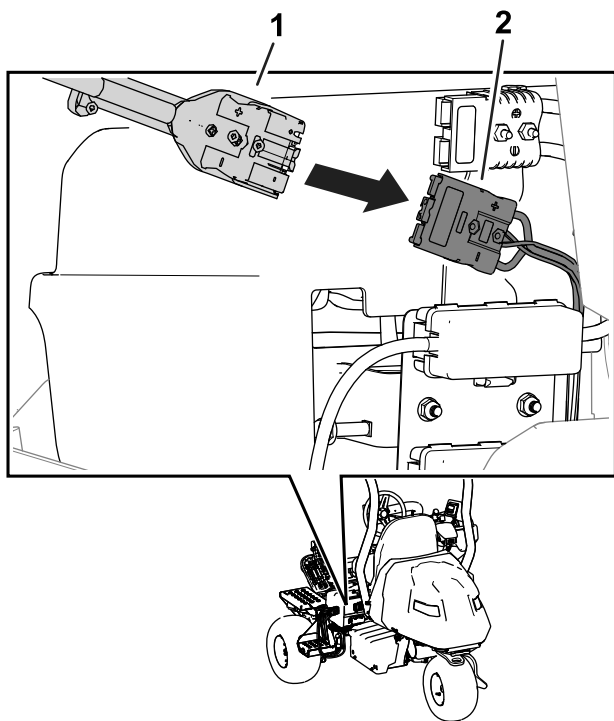

Figura 35
7. Deslice el conector de salida del cargador en el conector del cargador de la máquina (Figura 35).